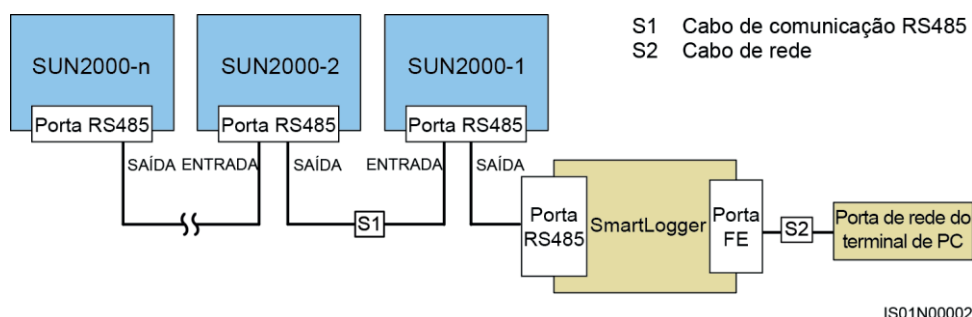

Figura 6.19: Modo de comunicação para vários SIW500Hs.
■ **Figura 6.19** mostra o modo de comunicação para vários SIW500Hs.